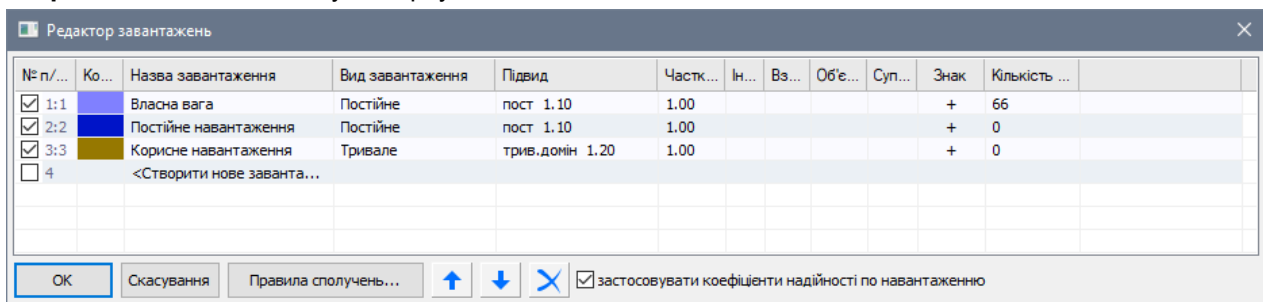

Рис. 23.22. Діалогове вікно Редактор завантажень
- виділіть завантаження **Постійне навантаження** (Зробіть його поточним) (рис. 23.22);